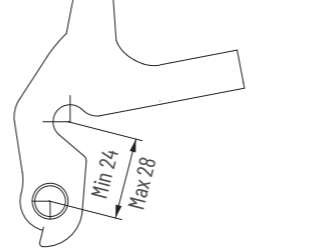

FIG. 5
- Trotz allem ist es möglich extreme Schaltvorgänge auszuführen, es ist nicht empfehlenswert dje in der Tabelle Abb. 5 aufgeführte Übersetzungen anzuwenden, diese könnten folgende Probleme hervorrufen.
- No obstante resulte posible efectuar elcambio en condiciones particularmente extremas, esto nunca es recomendable, porque el uso de las relaciones como se ilustra en la Fig.5 provoca daños a todo el sistema de transmisión.